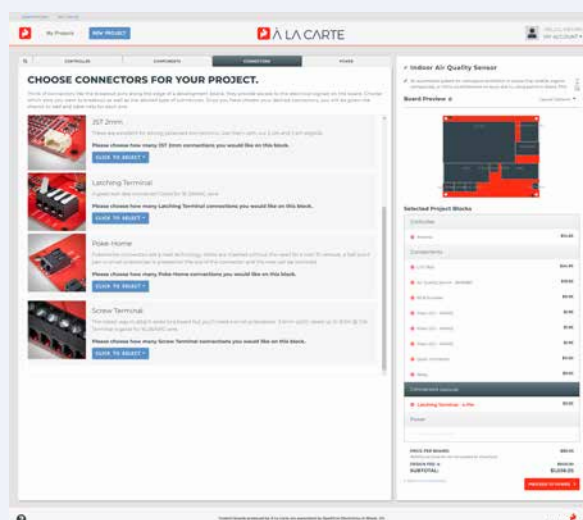

Figure 6. Bornier à verrouillage à 4 bornes.
Étape 3 : Ajouter des connecteurs (facultatif). Les connecteurs peuvent être utilisés pour rediriger n'importe quel signal sur la carte vers une foule de types de connecteurs différents. Pour ce projet, ajoutons un bornier à verrouillage à 4 bornes (fig. 6) pour pouvoir connecter des composants supplémentaires plus tard, par exemple un capteur de particules.